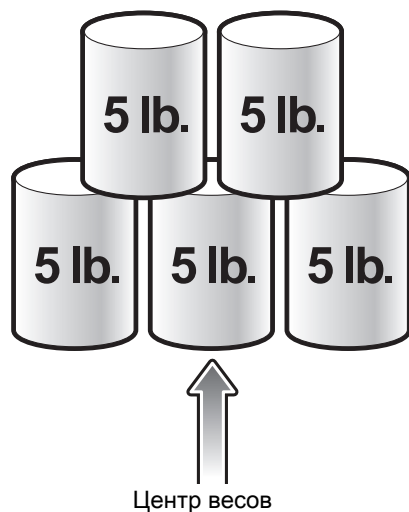

Рис. 4-3 Калибровка весов в фунтах
- а. Поместите на сканер груз весом 25 фунтов, как показано на *Рис. 4-3*: три гирьки по 5 фунтов, сгруппированные в центре весов, и две гирьки по 5 фунтов сверху.